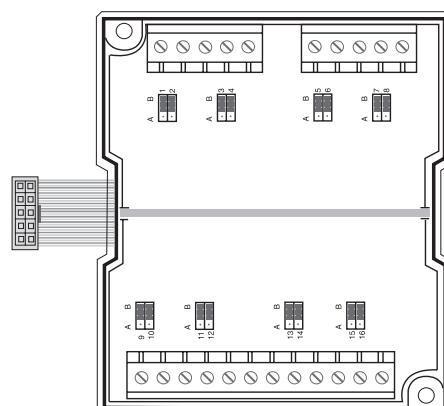

Рис. 50
4. Перемычки показаны справа (рис. 50). Измените установки перемычек в соответствии с таблицей 8.